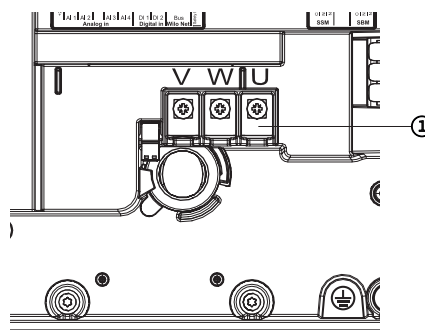

Fig. 114: Клеммы V, W, U подключения электродвигателя
5. Отсоединить кабель электропитания электродвигателя (Fig. 114).